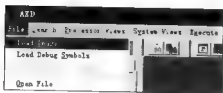
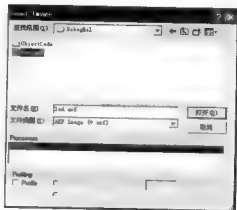

图 2-11 装载映像文件
图 2-12 选择映像文件
如图 2-11 所示,即可打开“Load Image”对话框,选择相应的映像文件^①即可,如图 2-12 所示。